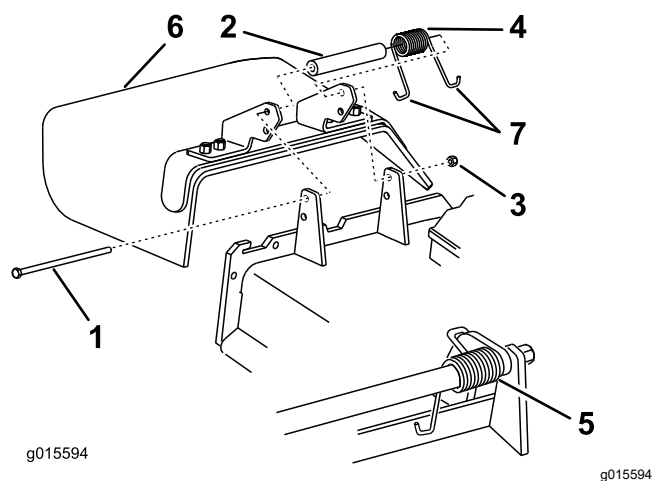

Figura 111
1. Retire la contratuerca, el perno, el muelle y el espaciador que sujetan el deflector a los soportes de pivote (Figura 111).
2. Retire el deflector de hierba dañado o desgastado (Figura 111).
Nota: Asegúrese de colocar un extremo en J del muelle detrás del reborde de la carcasa antes de instalar el perno, como se muestra en la Figura 111.
6. Coloque un extremo en J del muelle alrededor del deflector de hierba (Figura 111).